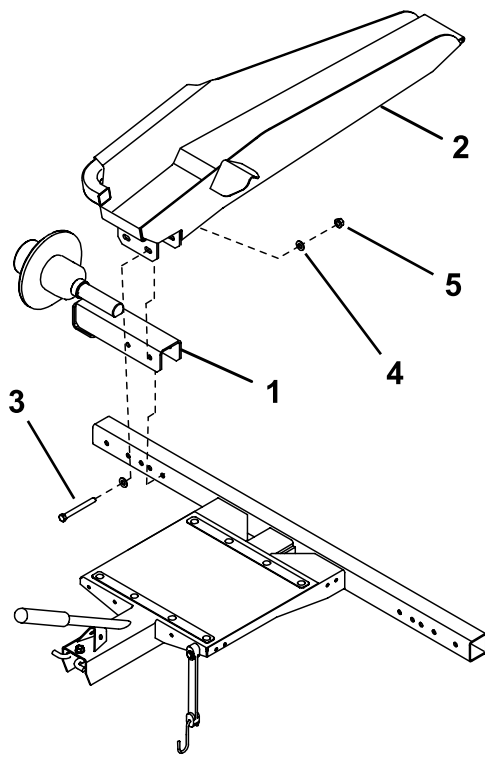

Bild 3
2. Montieren Sie die Achse und Rampe (Bild 3) oder Schiene (Bild 4) mit zwei Schrauben ($\frac{3}{8}$ " x 3"), vier Scheiben und zwei Muttern an jedem Rahmenende.